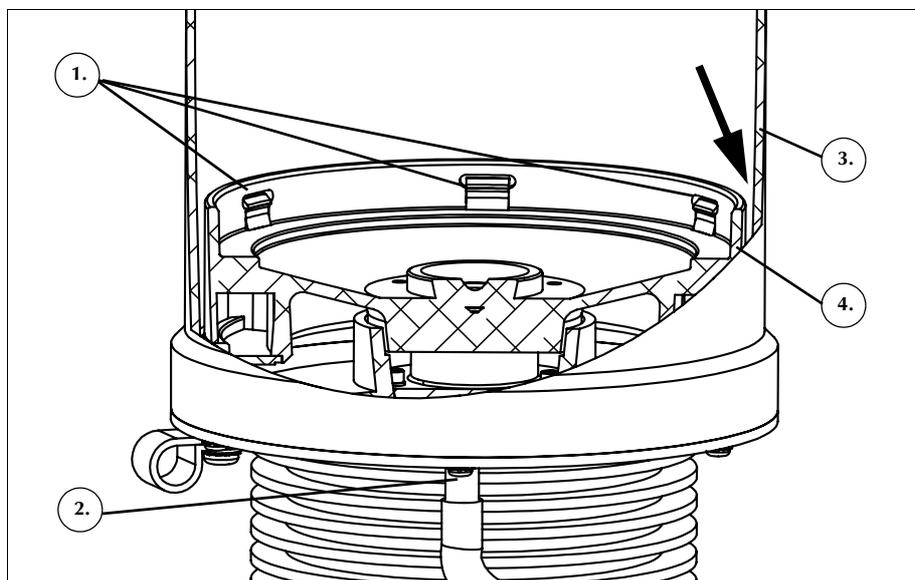

Figura 78 Irrigazione dei fori di drenaggio della centrifuga
8. Usare una siringa da 60 cc per irrigare i fori di drenaggio della centrifuga con acqua. Indirizzare il fluido nello spazio compreso tra il mandrino e il pozzetto della centrifuga (vedere la Figura 78).